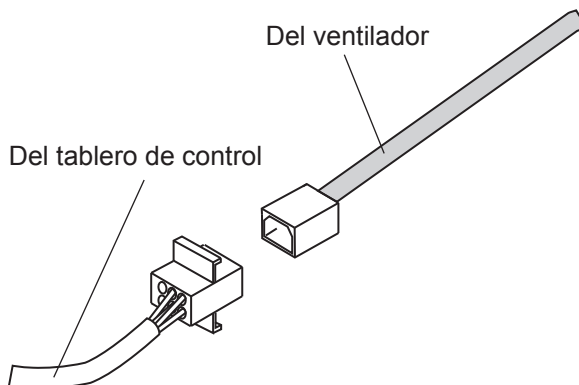

Figura 7: Cableado de la campana con un ventilador integrado
3. Conecte el enchufe de conexión Molex en el conector situado en el interior de la campana, *como se muestra en la Figura 7*.